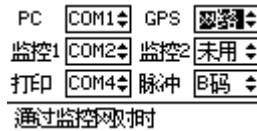

图 4-11 通信端口子菜单示例
(2) 通信端口: 主要完成: “监控” 端口选择; “PC” 调试端口选择; “GPS” 端口配置及 “打印口” 的设置, 确定各功能通过什么端口实现, 示例如图 4-11 所示界面。